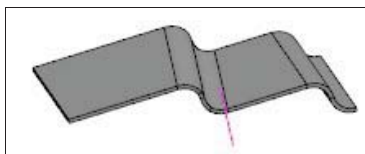

Рис. 29.19. Варианты создания подсечки по линии и по ребру
- ◆ нажмите кнопку **Создать объект** для завершения построения и кнопку **Завершить** для выхода из команды. В графической области у вас должно получиться как на рис. 29.19, а в Дереве модели появился элемент **Подсечка** со своей пиктограммой.